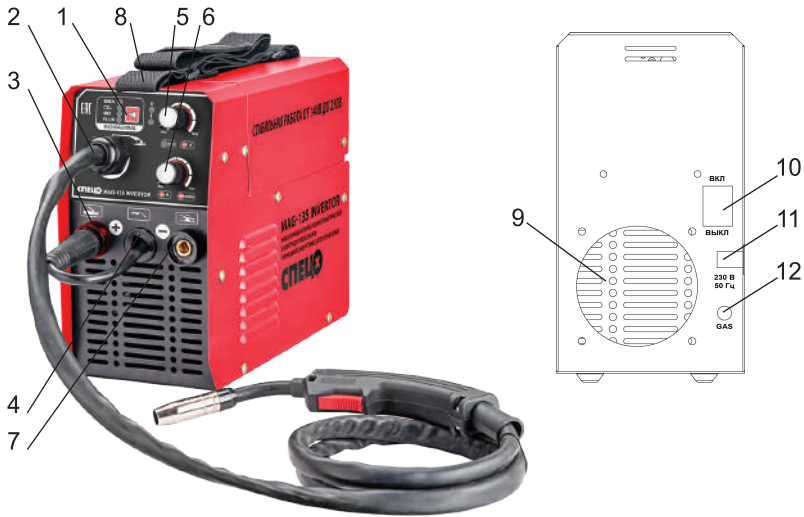

Рисунок 1. Общий вид.
На рис.1. представлен общий вид полуавтоматов.
7.1.3. Включить аппарат выключателем на задней панели, загорится индикатор «Сеть» (рис. 1, поз.10).
7.1.5. Установить регулятор сварочного тока (рис.1, поз. 6) в необходимое положение.
-кабель горелки, поз.4,рис.1 , подсоединен к разъему «+», а кабель «земля» к «-», в этом случае максимум тепловыделения будет на свариваемом металле.
7.2.9. Включить аппарат выключателем на задней панели, загорится индикатор «Сеть» (рис. 1, поз.10).
7.2.16. Подсоединить газовый баллон к ниппелю на задней панели аппарата, рис. 1. поз. 12